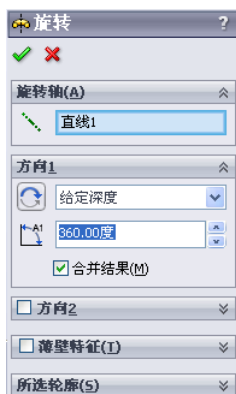
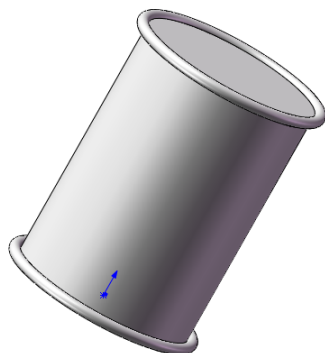

图 8-77 “旋转”属性管理器
图 8-78 创建旋转实体
(9) 旋转实体。单击“特征”工具栏中的（旋转凸台/基体）按钮，或执行“插入”→“凸台/基体”→“旋转”菜单命令，系统弹出“旋转”属性管理器。选项设置如图 8-77 所示，单击（确定）按钮完成实体，如图 8-78 所示。